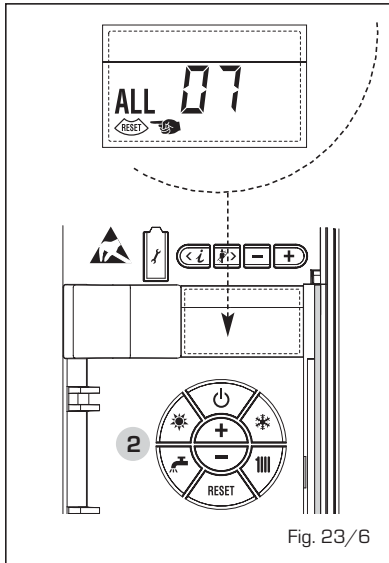

Fig. 23/6
**- ANOMALÍA LLAMA PARÁSITA "ALL 08" (fig. 23/7)**